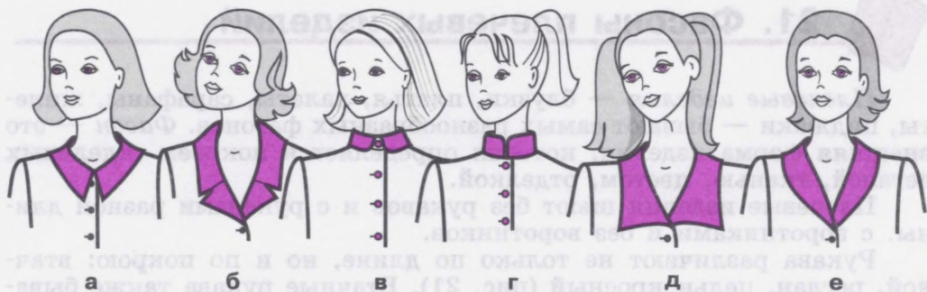

Рис. 23. Фасоны воротников:
Воротники бывают втачные и цельнокроенные различных фасонов: отложной, стойка, воротник на стойке, шалька, апаш (рис. 23).
2. Рассмотрите рисунок 23. Назовите фасоны воротников.